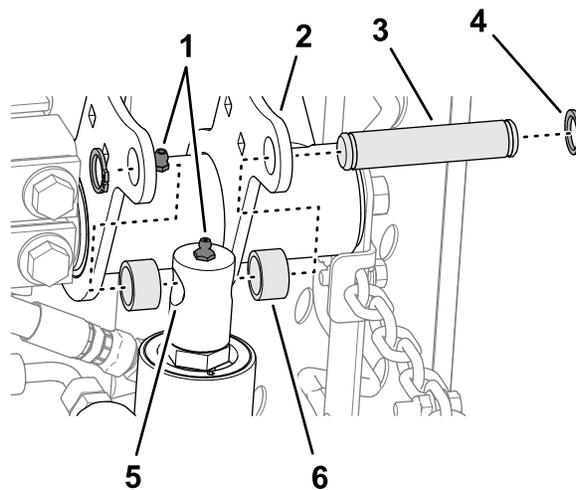

Figura 15
- Mueva lentamente la varilla del cilindro de elevación hasta que esté alineada con los orificios de las pestañas del brazo de elevación derecho (Figura 15).
- Monte la varilla en las pestañas con el pasador de montaje, 2 espaciadores y 2 anillos de retención (Figura 15).
- Aplique grasa de litio N° 2 a los engrasadores del brazo de elevación y del cilindro hidráulico (Figura 15).
- Alinee los orificios de las placas del bastidor de tiro trasero con los orificios de las placas de montaje de la unidad de corte (Figura 15).